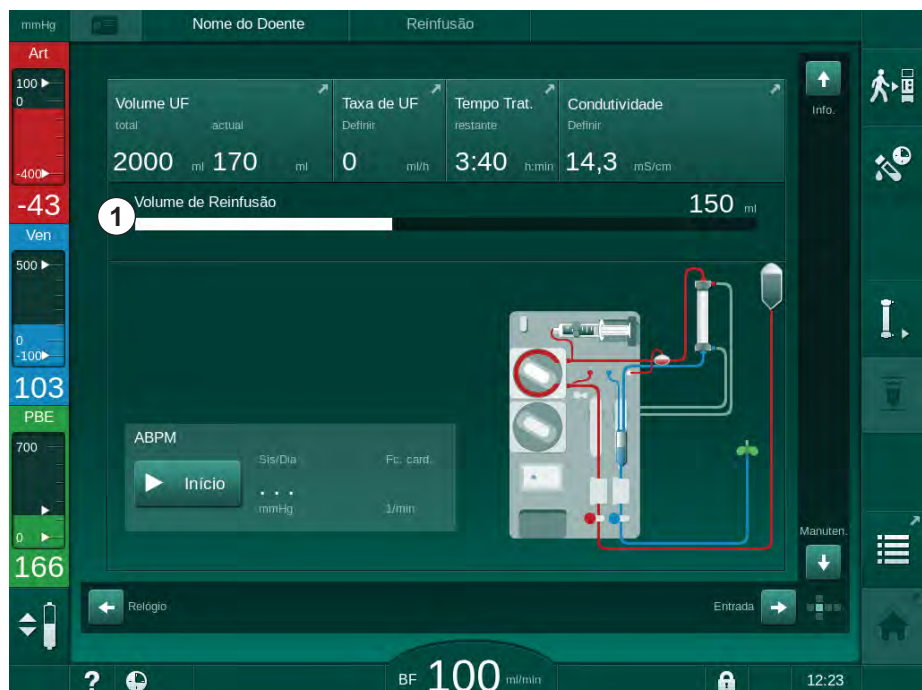

Fig. 6-20 Reinfusão em curso
👉 O volume de sangue reinfundido é indicado no ecrã (Fig. 6-20 , ①).